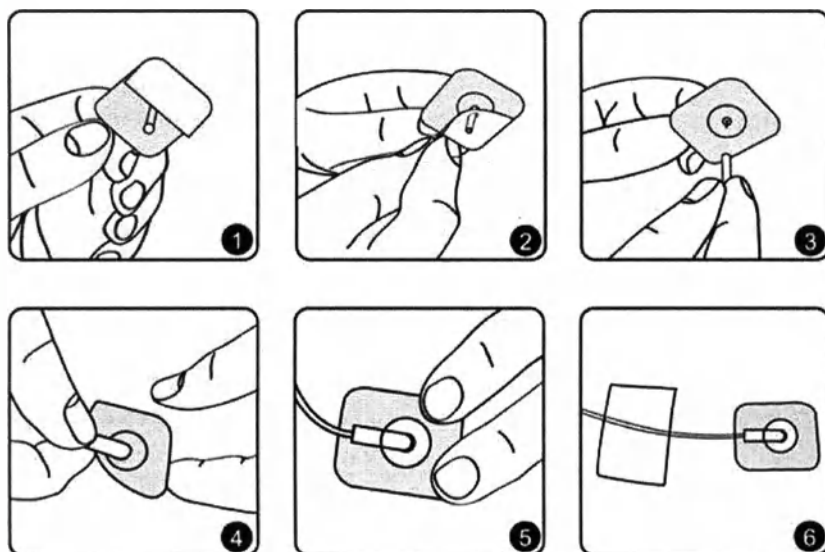

Рис.27.
8. Далее последовательность этапов установки инфузионного набора Superline SU 201; SU 202; SU 203 показана на Рис.27 (пп.1-6)